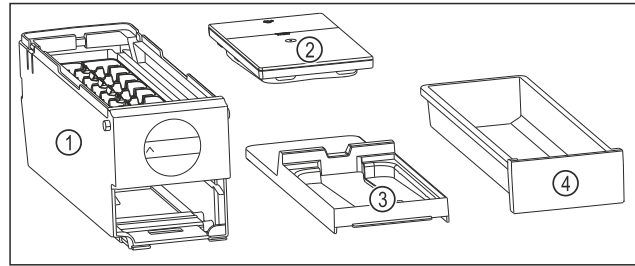

Fig. 132 Componente ale EasyTwist-Ice
- ▷ EasyTwist-Ice este dezasamblat în patru piese. (vezi Fig. 132)
- ▶ Dezasamblați EasyTwist-Ice numai în componentele ilustrate. (vezi Fig. 132)
- ▶ Curățați corpul EasyTwist-Ice Fig. 132 (1) ca un întreg.